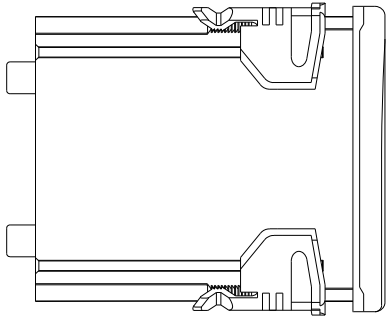

图 14 仪表外形图
- (1) 本文档中所有的图示均为示意图, 若与仪表本身有出入, 以仪表所示为准;
- (2) 该系列仪表具体安装尺寸见表 7, 表 7 中的字母意义见图 14 外形示意图, 此示意图以 PD666-8S 为例。